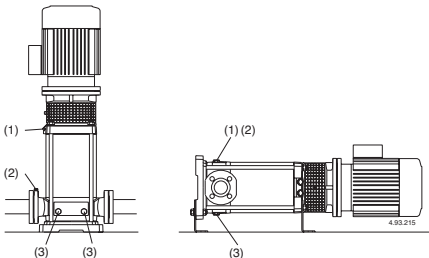

Abb. 4 (1) Auffüllung und Entlüftung:
Bei Installation der Pumpe über dem Wasserspiegel (Saugbetrieb, **Abb. 3A**) oder mit zur Öffnung des Rückschlagventils ungenügender Zulaufhöhe (weniger als 1 m) sind Saugleitung und Pumpe durch den Entlüftungsanschluß (1) zu füllen (**Abb. 4**). Zur Vereinfachung der Auffüllung wird ein Gummirohr (oder ein Rohrkrümmen) und ein Trichter verwendet.
(2) Entlüftung Saugleitung
(3) Entleerung
Wenn der **Wasserspiegel auf der Saugseite oberhalb der Pumpe** ist (Zulaufbetrieb, **Abb. 3B**) Absperrschieber in der Zulaufleitung langsam und vollständig öffnen um die Pumpe zu füllen. Dabei Schieber in der Druckleitung und die Entlüftungsöffnungen (1) (2) (**Abb. 4**) öffnen, damit die Luft entweichen kann.
**Während dem Befüllen sind die Entlüftungsöffnungen (1) (2) nur dann offen zu lassen, wenn die austretende Flüssigkeit keine Gesundheitsgefährdung darstellt.**
Entlüftungsöffnungen (1) (2) schließen (**Abb. 4**). Bei MXV-B, MXV(L) 25-32-40 und MXV(L)4 25-32-40, die Nadelschraube (14.17) in der Entleerungs-Verschlußschraube (14.12) (**Abb. 4b**) anziehen und die Entlüftungsbohrung (14.04) schließen.
(2) zu wiederholen, sind die Anschlüsse der Saugleitung auf Dichtheit zu überprüfen und sind der Entlüftungs-(2) und die Entleerungs-Verschlußschrauben (3) auf der Saugseite anzuziehen (**Abb. 4**).
Die Pumpe sollte wie im Fall von zeitweiser Förderung von verschmutzten Flüssigkeiten im Anschluß kurz mit sauberem Wasser durchgespült werden, um Ablagerungen zu beseitigen. Oder es ist nach der Entleerung eine Wäsche vorzunehmen, indem sauberes Wasser (wenigstens 40 Liter) in die Auffüllöffnung (1) Druckseite gegeben wird und aus der Entleerungsöffnung (3) Saugseite austritt (**Abb. 4**).